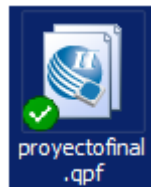

Figura 13: Archivo para abrir el proyecto en el programa Quartus
- 3) Abrir el proyecto en Quartus II, esto se puede hacer directamente abriendo el archivo del proyecto, cuya extensión es “.qpf”. (Figura 13)